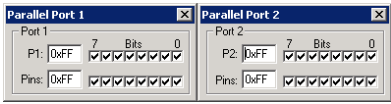

图 21-3 P1 端口和 P2 端口的仿真界面
(6)选择“Peripherals”→“I/O-Ports”→“Port 1”命令,打开并行 I/O 端口 P1 的仿真界面。选择“Peripherals”→“I/O-Ports”→“Port 2”命令,打开并行 I/O 端口 P2 的仿真界面。P1 端口和 P2 端口的仿真界面,如图 21-3 所示。其中 P1、P2 为端口寄存器及其值,Pins 为引脚及其值。